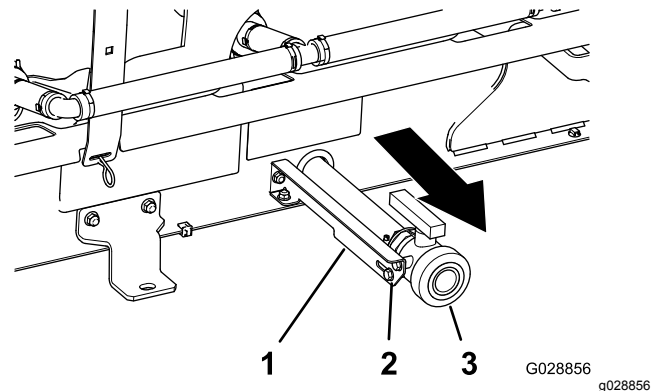

Figura 11
- A. Sul lato destro del serbatoio, allentate i 2 bulloni a testa flangiata che fissano la valvola di spurgo alla staffa di supporto della valvola (Figura 11).
- B. Portate la valvola di spurgo completamente verso l'esterno nei fori della staffa (Figura 11).
- C. Serrate i 2 bulloni a testa flangiata (Figura 11).